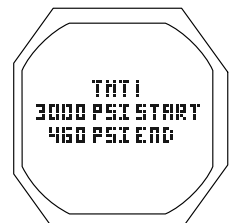

Fig. 27 - ÉCRAN DE DONNÉES LOG N°3
**ÉCRAN DE DONNÉES LOG N°3** (émetteur 1 uniquement. Ignoré si aucun émetteur utilisé) : paramètres affichés (Fig. 27)